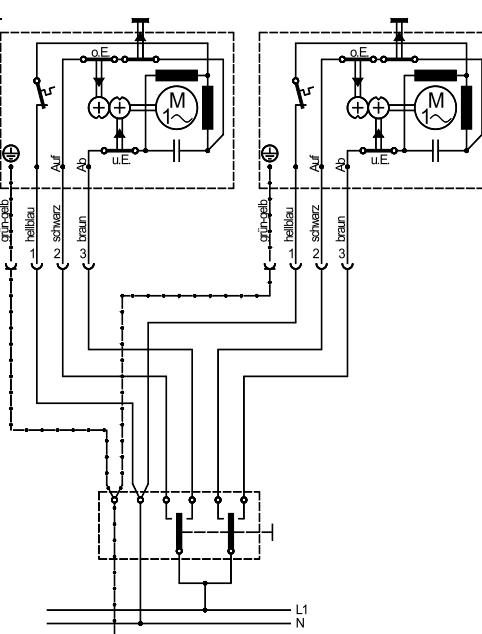

Figure 2:
- For Parallel operation of two venetian blind drives a bipolar switch is necessary. The connection should be done like in Figure 2.
- Bei Parallel-Betrieb zweier Jalousieantriebe ist grundsätzlich ein zweipoliger Schalter zu verwenden und der Anschluß entsprechend Bild 2 vorzunehmen.